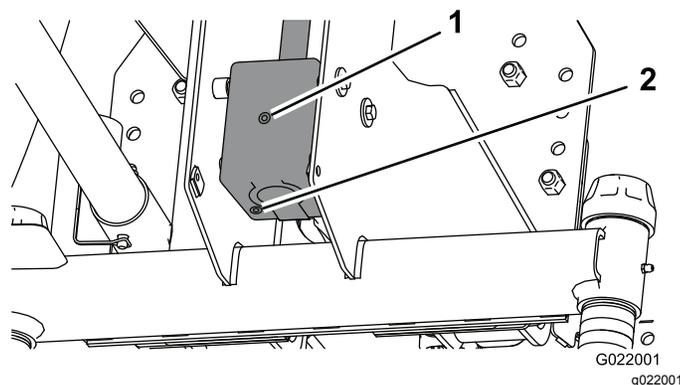

Bild 24
4. Entfernen Sie die Prüf-/Füllschraube an der Seite des Getriebes (Bild 24).